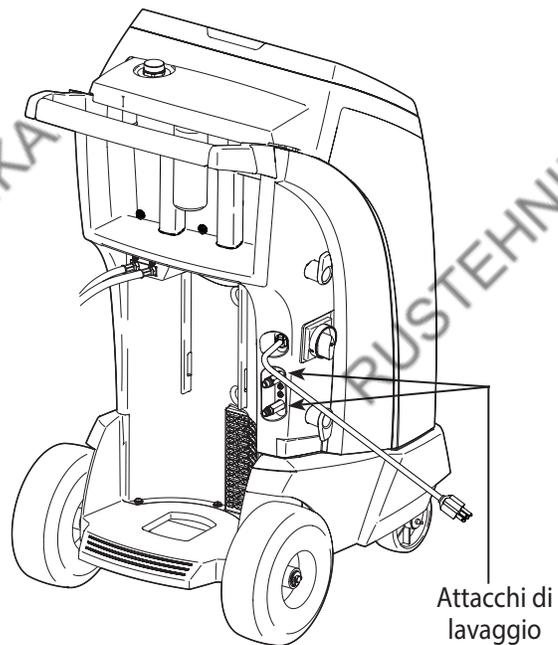

Figura 5
2. Collegare i tubi di servizio ai raccordi di lavaggio, come illustrato nella Figura 5.